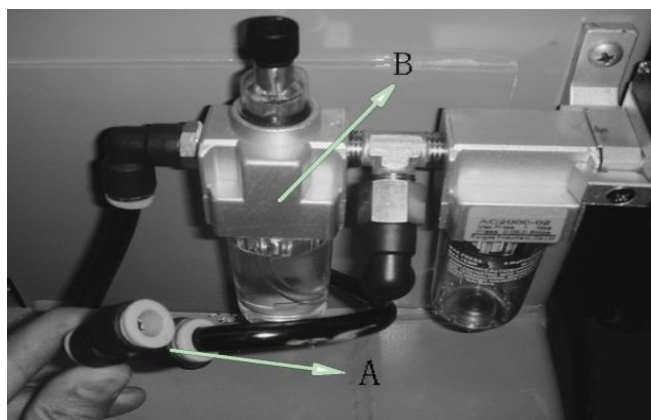

図 7-5
7.3.4 エア供給源の接続部端部からホースを取り外し、 $\phi 8$  PU ホースの小さい部分を Y 字型接手に接続し、一方をエア供給源ホースに繋がります。(図 7-5)
7.3.5  $\phi 8$  PU ホース(図 7-5)の一端を Y 字型接手のアイドルアダプターに挿入し、もう一端をサポートアームの圧力調整バルブの吸気口に接続します。